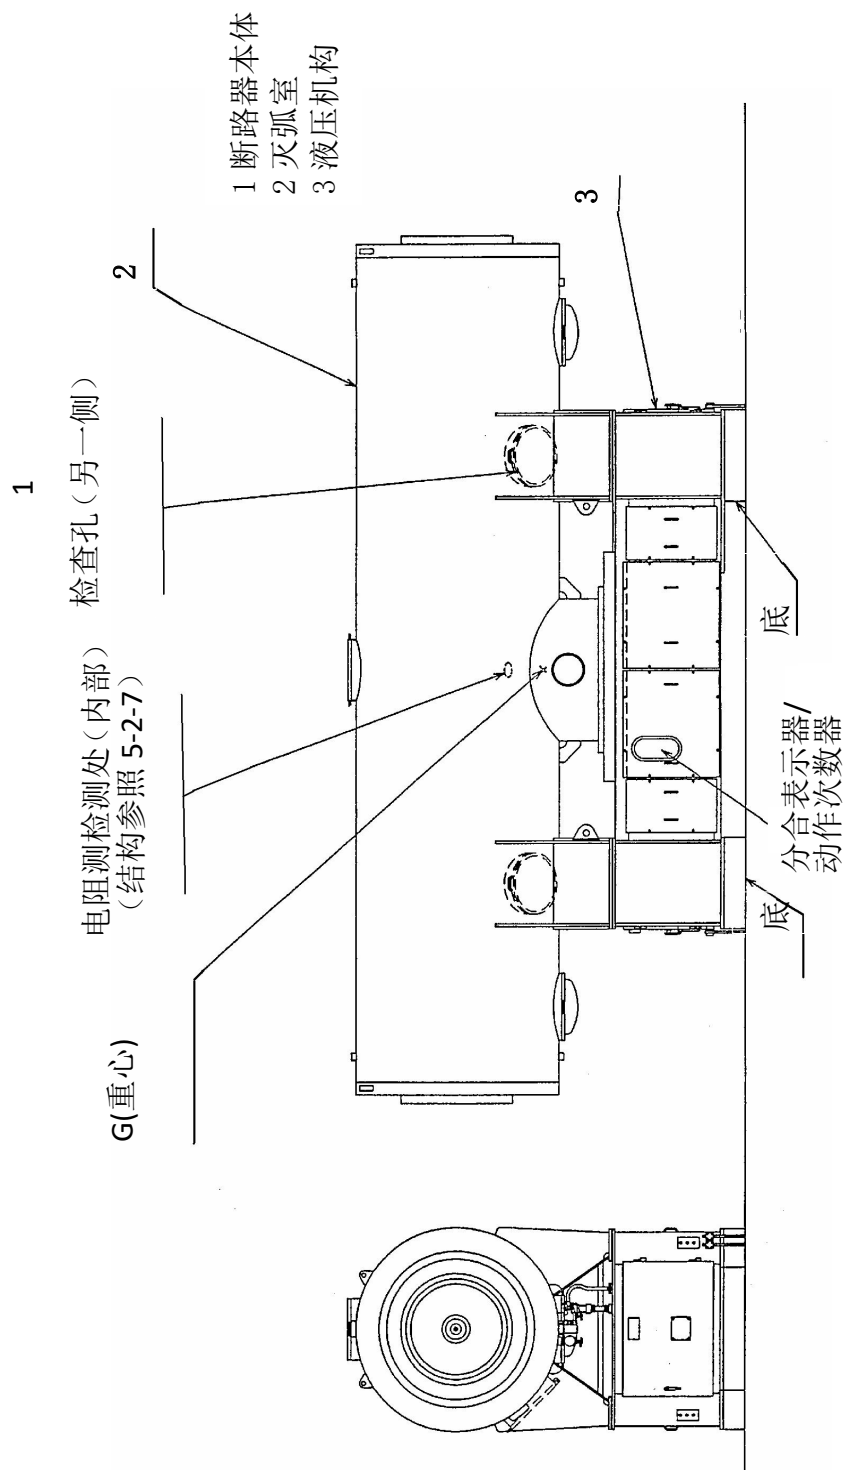
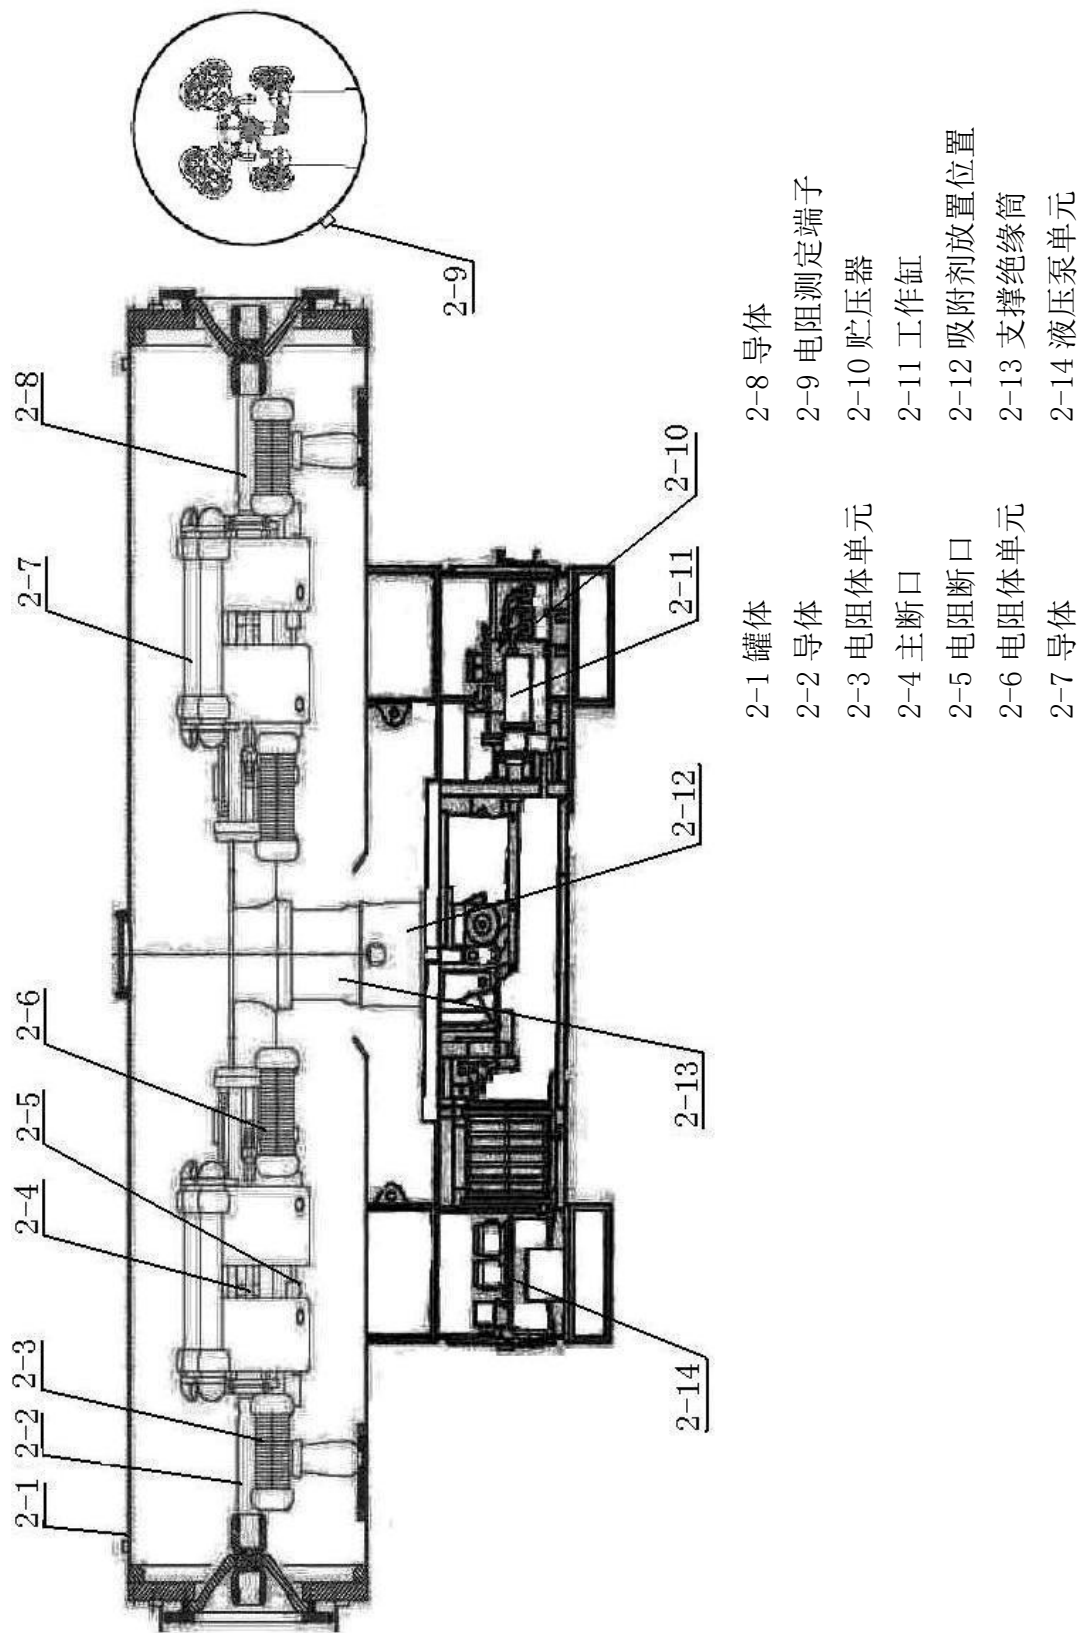

图 1 GCB 单极外形图
图 2 断路器本体的内部构造
2.4.1 本体结构（参照图 1、图 2）
ZF27-1100(L) 气体断路器单极的外形图如图 1 所示，由断路器本体（1）、灭弧室（2）、液压机构（3）构成。其内部详细结构见图 2。
2.4.2 灭弧室（参照图 2）